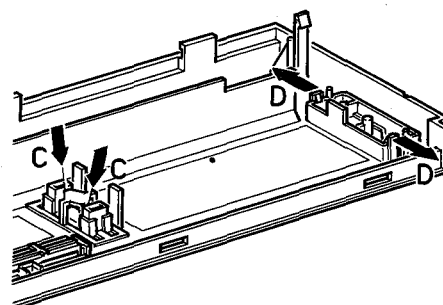

Fig. 2-1-4
- Druckknopf Pos. 102. Pos. 102 siehe Bild 2-1-4. Beim diesem Druckknopf müssen die zwei Einschnappkonstruktionen C gleichzeitig einwärts gedrückt werden, da sonst beim Kippen des Druckknopfes er auf die alte Position geschoben wird.